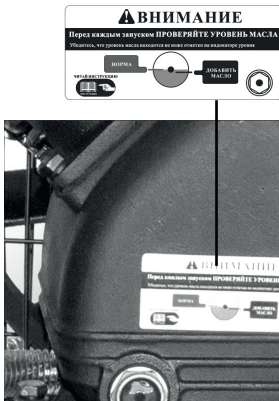

Рис. 1
- Перед первым использованием проверить наличие масла в картере компрессора и, при необходимости, добавить по уровню. (рис.1)
- Поддерживайте уровень масла в пределах красной метки на измерителе уровня масла. (рис. 1)
2. Проверьте уровень масла (рис. 1).
- Используемое масло должно быть чистым, его уровень должен быть на красной отметке измерительного окошка (рис. 1).